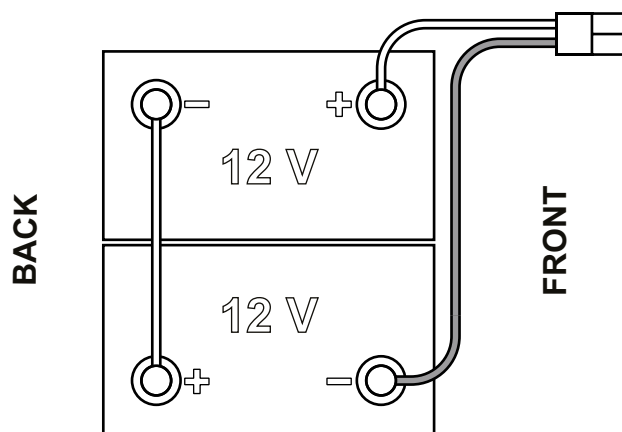

Figure 1
La machine requiert 2 batteries de 12 V, branchées selon le schéma indiqué en Figure 1.
1. Enlever la clé opérateur (52).
2. Débrancher le connecteur des batteries en appuyant sur le bouton-poussoir d'urgence (5).
3. Ouvrir le couvercle (18) et vérifier si le réservoir de l'eau de récupération (17) est vide. Dans le cas contraire, le vider au moyen du tuyau de vidange (26).
4. Fermer le couvercle (18).
5. Saisir la poignée (35) et soulever le groupe réservoir eau de récupération (17) avec soin.
8. Placer et installer les câbles des batteries comme indiqué dans le schéma de la Figure 1, puis serrer soigneusement l'écrou sur chaque borne de la batterie.
9. Placer le capuchon de protection sur chaque borne, puis brancher le connecteur des batteries (6).
10. Dégager la tige de support (36), puis saisir la poignée (35) et baisser le groupe réservoir eau de récupération (17) avec soin.